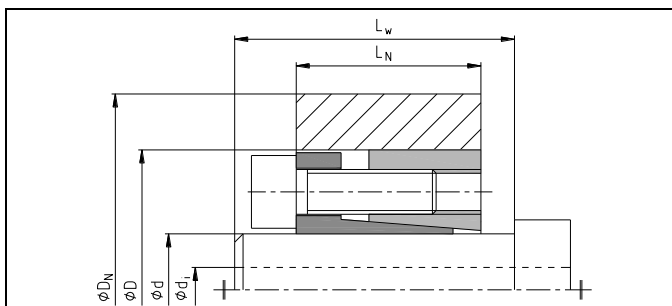

Bild 1
2. Innenspannsatz (Bild 1, 2 und 3)
2. Fortsetzung: Innenspannsatz (Bild 1, 2 und 3)